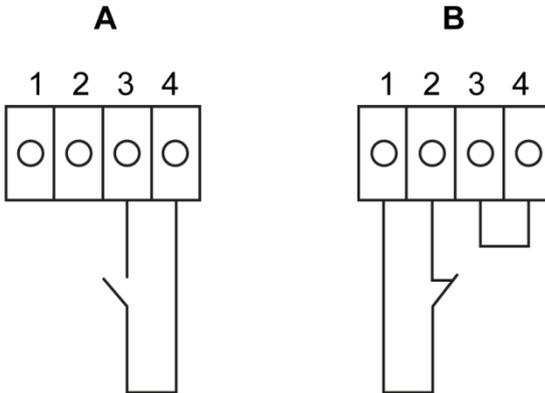

Abbildung 16. Anschlüsse des Not-Aus-Schalters
Der Not-Aus-Schalter wird an der oberen Frontplatte der USV, am Not-Aus-Schalter-Verbinder, angeschlossen. Figure 16 zeigt die Schließerverbindungen (NO) und Öffnerverbindungen (NC) des Not-Aus-Schalters.